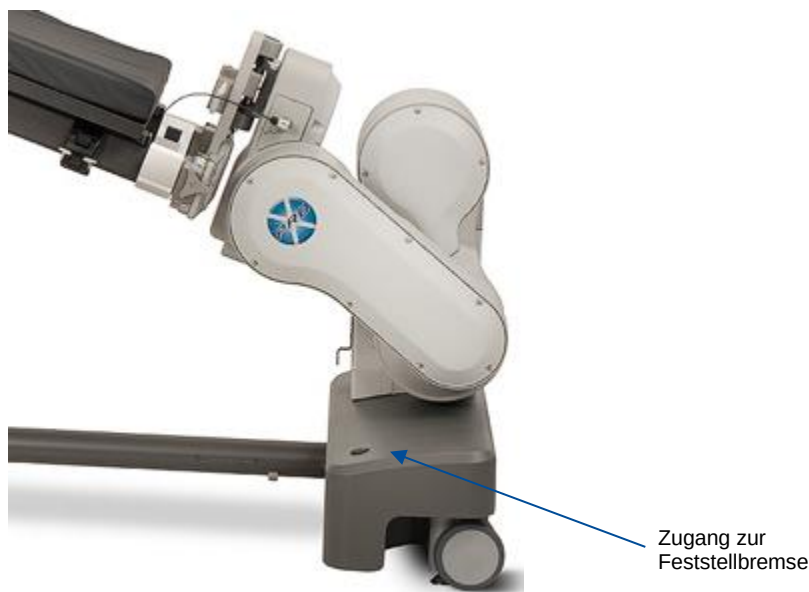

Abbildung 114: Lage der Stopfen für den Zugang zu den Feststellbremsen
1. Die oben auf jeder Sockelabdeckung befindlichen grauen Kunststoffstopfen entfernen. Es gibt insgesamt vier (4) graue Kunststoffstopfen, von denen sich zwei (2) an der Kopfende-Sockelabdeckung und zwei (2) an der Fußende-Sockelabdeckung befinden (Abbildung 114).